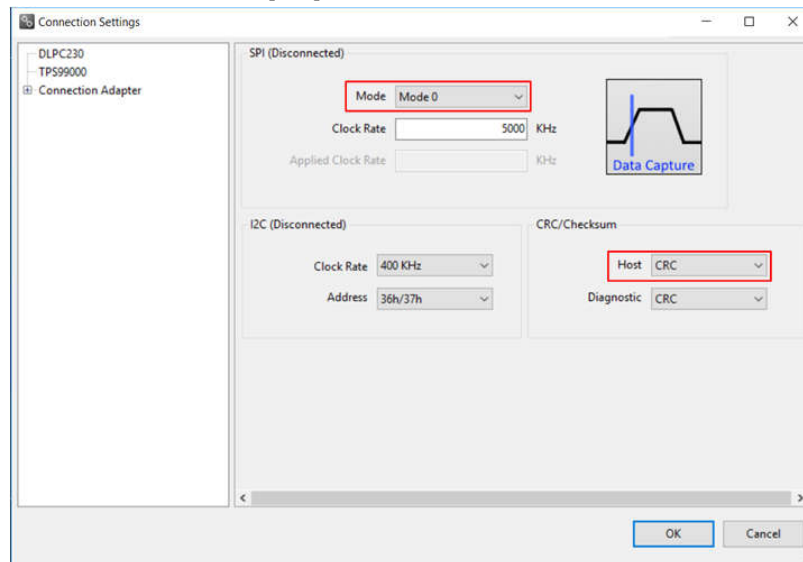

図 2-7. DLPC230-Q1 車載制御プログラムの通信設定
3. **[Connection Settings]** を選択して、図 2-7 に示す SPI 構成が、表 1-3 に記載されているコントローラ PCB スイッチ 設定と一致していることを確認します。具体的には、SPI モードおよび CRC/ チェックサムは、スイッチの設定によって異なる場合があります。設定が完了したら、**[OK]** を押します。